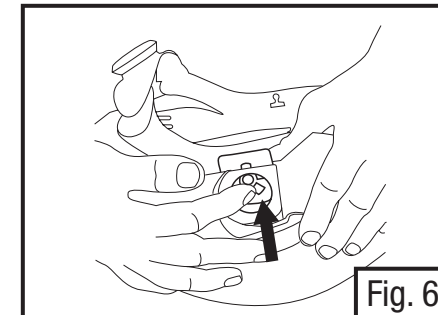

Fig. 6c
- Si reemplaza el kit de pivote, empuje la placa posterior ligeramente fuera del armazón (hacia fuera del casco) y deslice fuera de la ranura en el armazón del casco para quitar. Si es necesario use una herramienta (Fig. 6c).